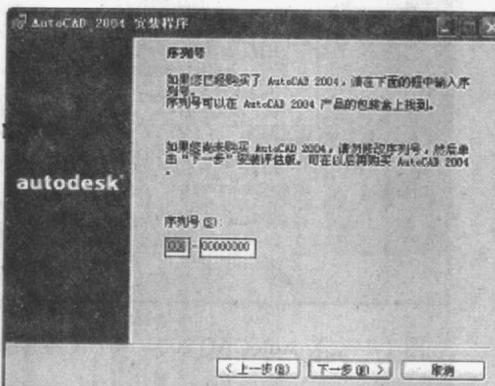

图 1-5 安装 AutoCAD 2004 ——序列号窗口
(4) 弹出序列号窗口，如图 1-5 所示。用户将获得的序列号填入对话框中，然后单击【下一步】按钮。